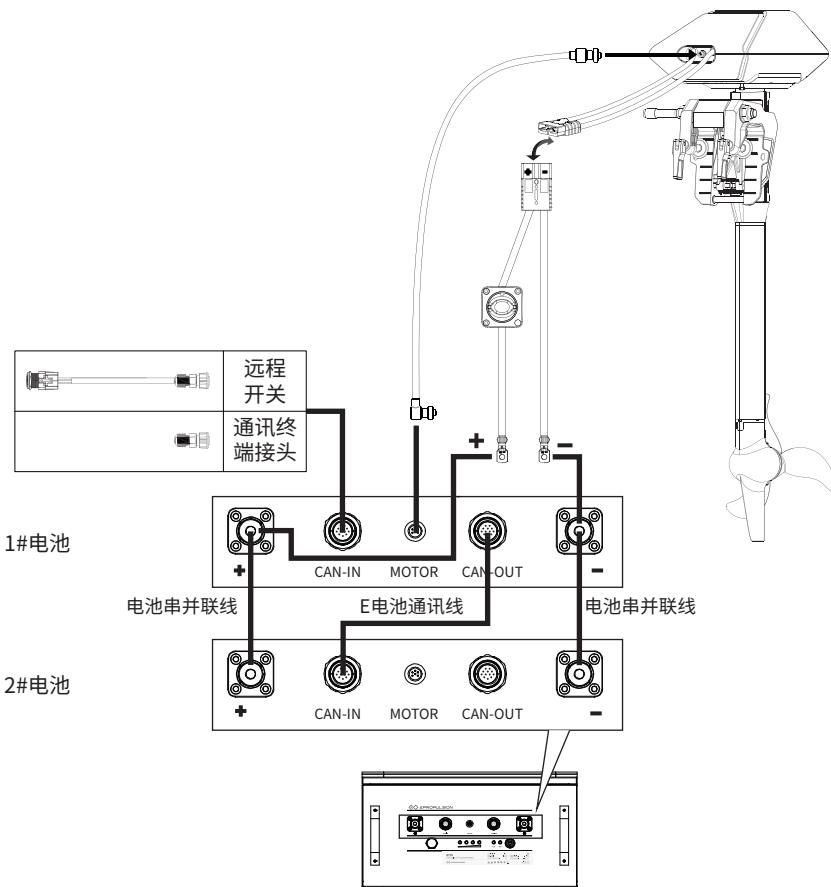

图2-6
**⚠ 并联电池与逸动科技船外机连接时，需要通过通讯线将船外机与1#电池（参考图2-6）连接。并且船外机只能与1#电池连接。**